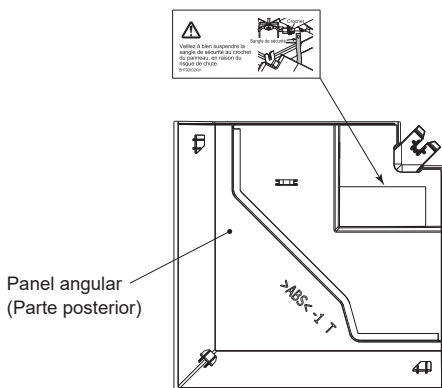

Fig. 6-14
6.7. Etiqueta en francés (Fig. 6-14)